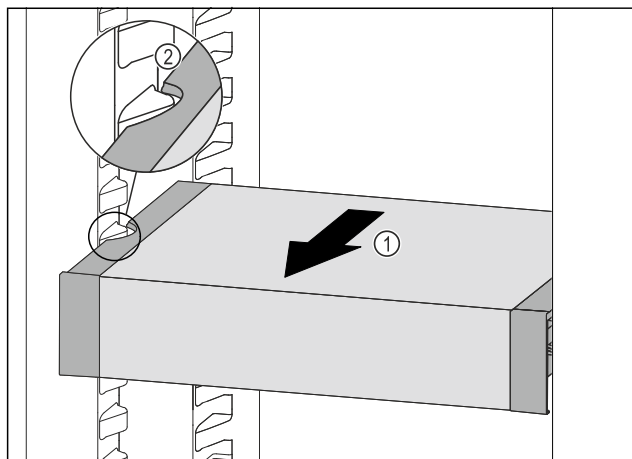

Fig. 114
- ▶ Tire del VarioSafe hacia delante Fig. 114 (1) hasta que los huecos laterales del VarioSafe se encuentren a la altura de la nervadura del recipiente en el compartimento del frigorífico. Fig. 114 (2)